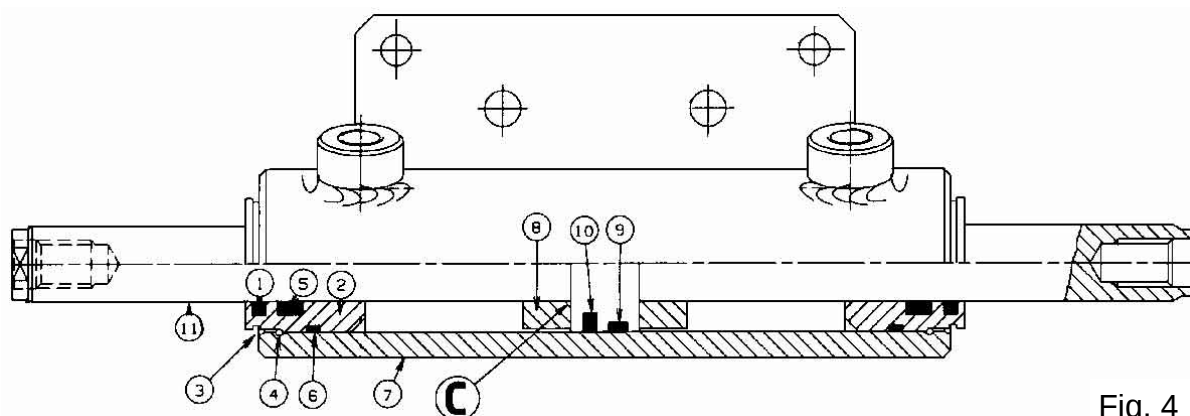

Fig. 4
La (fig. 4) muestra el diseño del cilindro de viraje.
Si fuera necesario sustituir el cierre interno del cilindro y del relativo rascador (detalles 9 y 10) de la (fig. 4), seguir las siguientes indicaciones:
- quitar con dos pinzas el anillo toroidal (detalle 4) de la (fig. 4) tanto en el lado drcho. como en el izqdo. del cilindro sirviéndose de las aberturas presentes en el cilindro y realizadas con dicho objetivo;